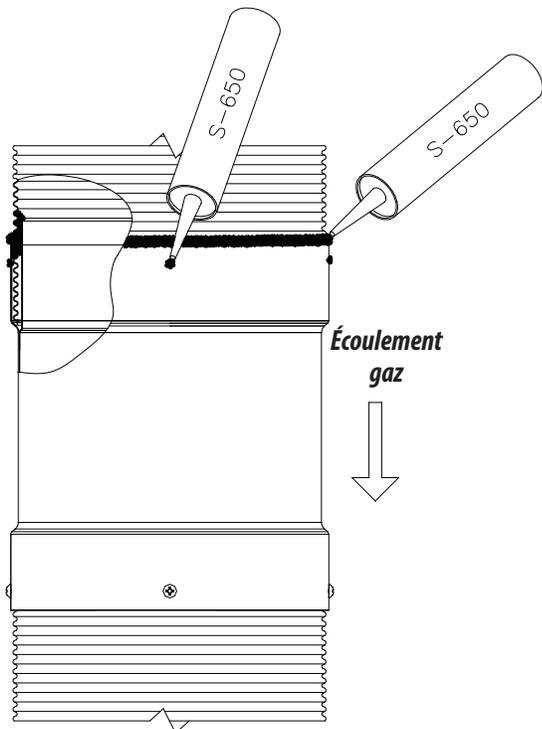

Figure 22 - Scellant S-650
3.3. Insérer la longueur flexible inférieure dans l'adaptateur jusqu'au-delà de la marque faite sur la longueur flexible. Ajouter un autre cordon de silicone S-650 (rouge) tout autour de la jonction extérieure entre l'adaptateur et la longueur flexible, pour s'assurer que tout est bien étanche, puis en ajouter aussi vis-à-vis chacun des trous de passage à vis (Figure 22).